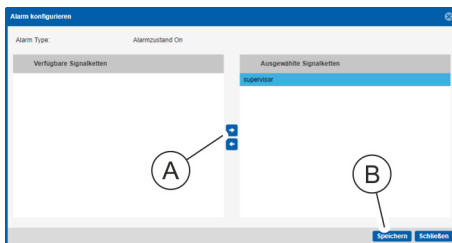

Abb. 135: Fenster "Alarm konfigurieren"
13. Im Fenster "Alarm konfigurieren" eine Signalkette auswählen und über die Schaltfläche „→“ (Abb. 135/Ⓐ) ins Feld „ausgewählte Signalketten“ schieben. Auswahl über die Schaltfläche „Speichern“ (Abb. 135/Ⓑ) bestätigen.